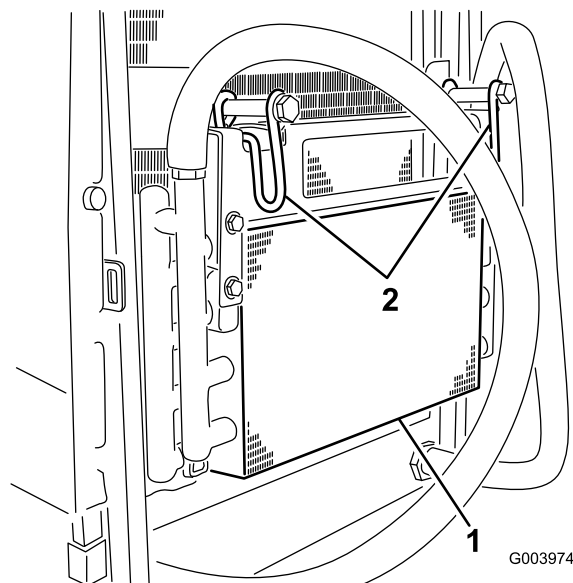

Figura 66
5. Girate i fermi verso l'interno per rilasciare il radiatore dell'olio (Figura 66).